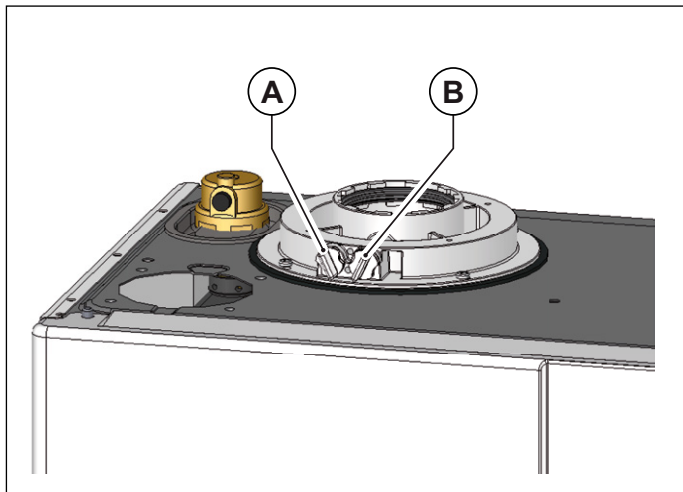
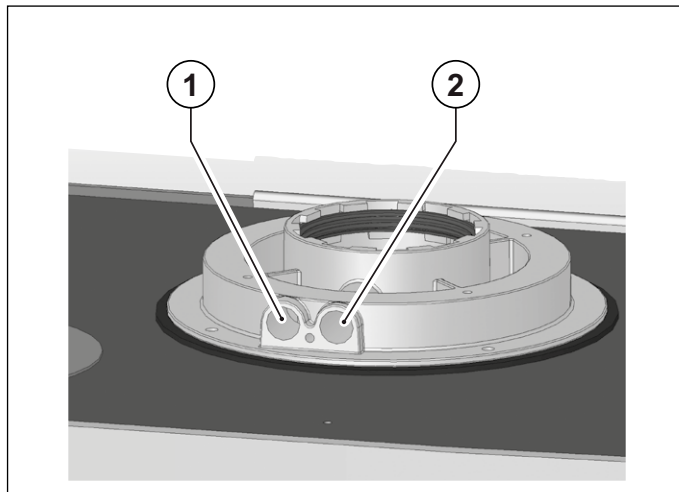

Рис. 15 Положение заглушек
Рис. 16 Положение отверстий
На котле имеется патрубок для подключения к системе воздухозабора/дымоотвода (смотри Рис. 15 Положение заглушек и Рис. 16 Положение отверстий).
В патрубке предусмотрены два отверстия для прямого доступа к воздуху, необходимого для горения, и к дымовым газам (смотри Рис. 15 Положение заглушек).
Для проведения измерений необходимо снять заглушки **A** и **B** с отверстий на патрубке (смотри Рис. 15 Положение заглушек).
- замер температуры воздуха, необходимого для горения, в соответствующем отверстии **1** (смотри Рис. 16 Положение отверстий).
- замер температуры дымовых газов и содержания CO₂ в соответствующем отверстии **2** (смотри Рис. 16 Положение отверстий).